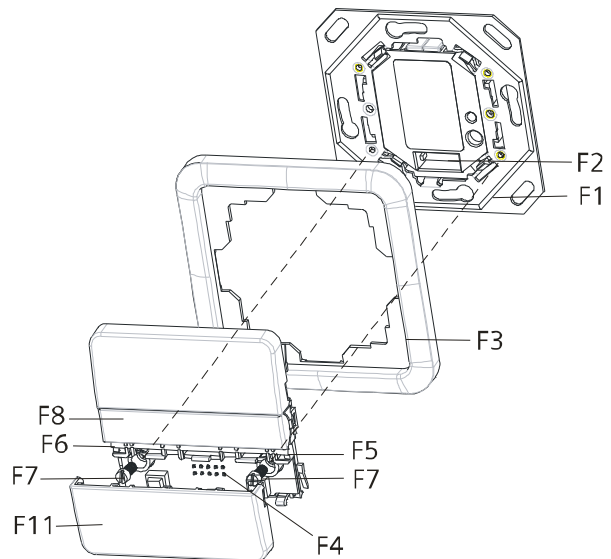

Bild 3: Montagerihenfolge
- Den Taster (F11, Bild 3) komplett mit dem Rahmen (F3) von dem Busankoppler UP (F1) abziehen: